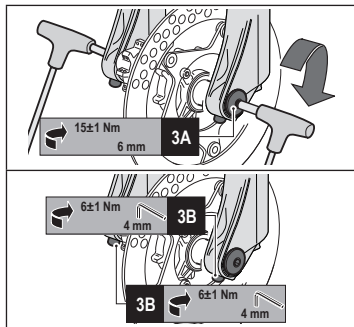

Figura 3 - Installazione ruota su forcelle con perno passante ø20mm
- Allineare il centro della ruota con i due dispositivi di ritegno (vedi **3A** di **Figura 3**).
- Inserire il perno attraverso il portaruota destro, la ruota ed il portaruota sinistro (vedi **3A** di **Figura 3**).
- Serrare il perno alla coppia prevista (**15±1 Nm**) agendo sul tappo del perno (vedi **3A** di **Figura 3**) con 2 chiavi a brugola da 6 mm.
- Serrare le viti poste sui due dispositivi di ritegno alla coppia prevista (**6±1 Nm**) con una chiave a brugola da 4 mm (vedi **3B** di **Figura 3**).